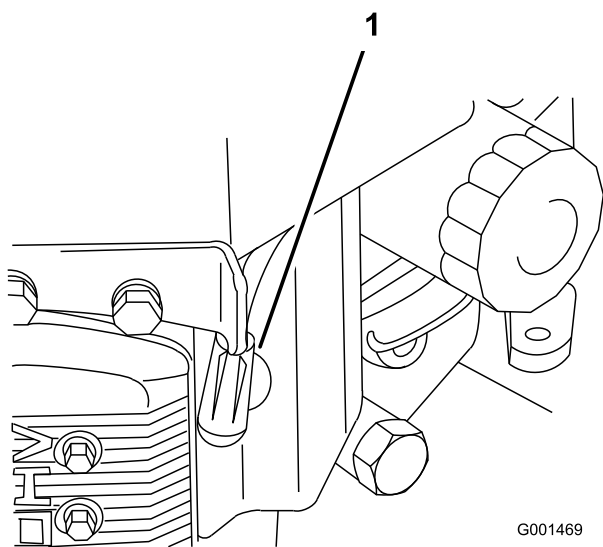

Figura 27
3. Scollegate i cappellotti dalle candele (Figura 27).